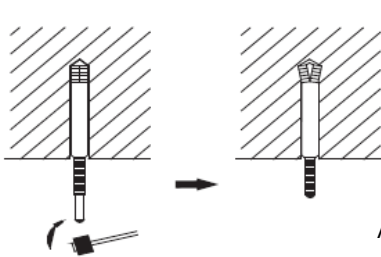

Abb. 3
- 1) Stecken Sie eine M10 Ankerschraube in die Bohrung, dann schlagen Sie den Stift hinein. Bohrplan siehe Zeichnung der Außenmaße der Inneneinheit. Installation der Ankerschrauben siehe Abb. 3.